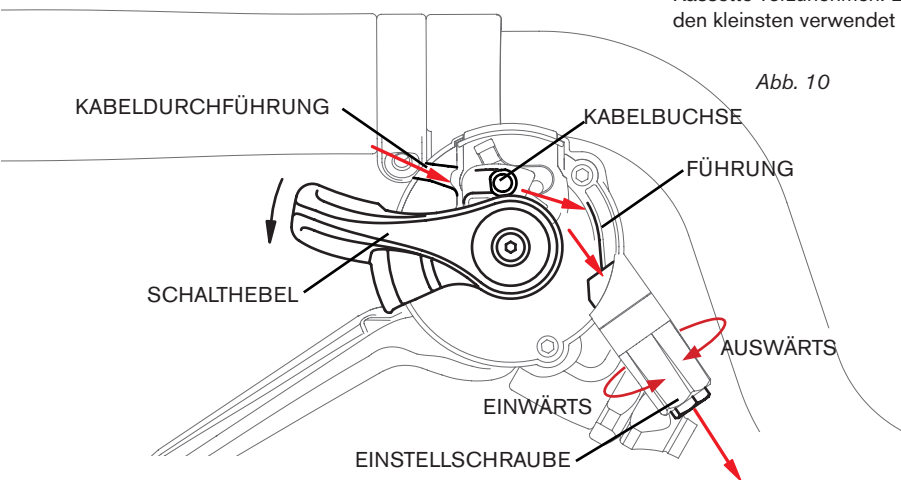

Abb. 10
Um aufgrund von Kabelstreckung verlorene Spannung hinzuzufügen, platzieren Sie das Fahrrad in einem Ständer. Lockern Sie die Einstellschraube (Abb. 10) nach außen jeweils um eine Vierteldrehung. Treten Sie dabei die Pedale des Fahrrads und hören Sie auf die Lärmreduktion. Eine Sichtprüfung kann ebenfalls durchgeführt werden, um sicherzustellen, dass das Tastrad auf dem Umwerfer auf den ausgewählten Ritzel auf der Kassette ausgerichtet ist. Wenn das Fahrrad den größten Ritzel nicht erreicht, bedeutet dies, dass zu viel Spannung hinzugefügt wurde. Drehen Sie die Einstellschraube einwärts, um dieses Problem zu beheben (Abb. 10). Wenn das ursprüngliche Problem dadurch nicht behoben wird, wechseln Sie auf den kleinsten Ritzel auf der Kassette, lösen Sie anschließend den Bolzen, der das Kabel an der Innenseite des Umwerfers hält (Abb. 7, 8). Ziehen Sie das innere Kabelende IC mit einer kleinen Zange, um die Kabelspannung zu erhöhen und ziehen Sie anschließend den Bolzen RS fest (Abb. 8).
- Verwenden Sie die Spannschraube auf der Gangschaltung, um die Kabelspannung wie erforderlich einzustellen (Abb. 10)
- Durch Lockern der Spannschraube wird mehr Spannung zu dem Kabel hinzugefügt und das Schalten in den niedrigeren Gang erleichtert (Abb. 10)
- Das Tastrad auf dem Umwerfer muss auf das ausgewählte Ritzel auf der Kassette ausgerichtet sein (Abb. 10).